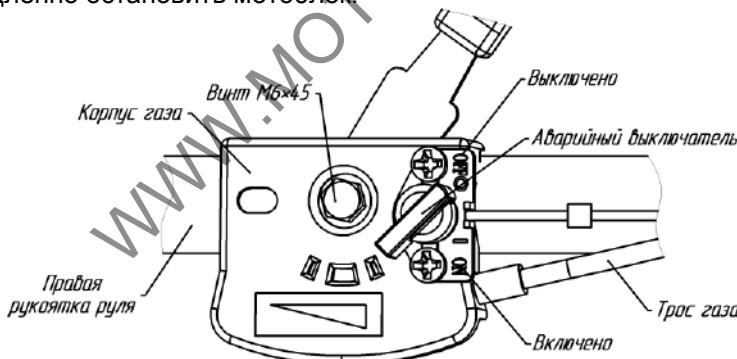

Рис.10. Механизм управления дроссельной заслонкой (газом) двигателя. Аврийный выключатель
- установить ручку газа на рукоятке руля в положение "О" ("СТОП") (рис.6) или аварийный выключатель в положение "OFF" (рис.10);